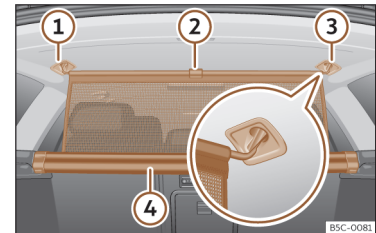

Fig. 132 În portbagaj: fixarea plasei de separare.
• Trageți mânerul»» fig. 132 -- 2 pentru a scoate plasa din casetă ④.
• Fixați plasa de separare în partea dreaptă sau stângă ③ (imaginea mărită).
• Agățați plasa de separare în locașul de pe partea opusă ①, trăgând de tijă.